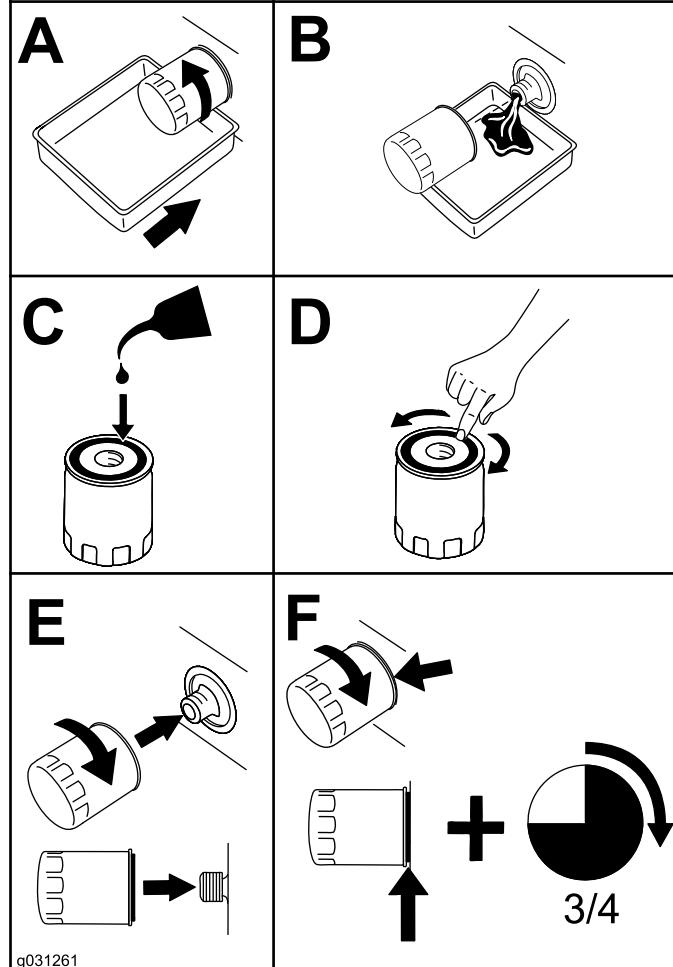

Figura 51
10. Cambie el filtro de aceite (Figura 51).